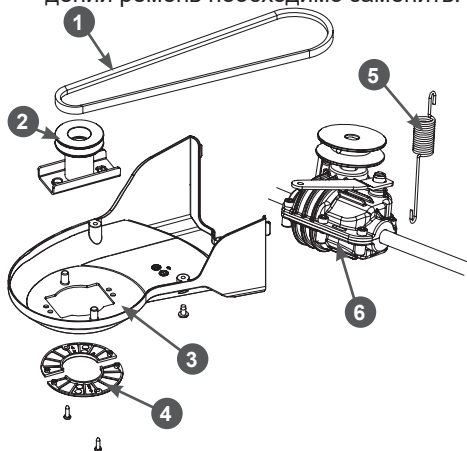

Рис. 29. Обслуживание ремня привода хода
- Открутите винты крепления и снимите две защитные крышки ремня (Рис. 29).
- Открутите винты крепления и снимите кожух защитный ремня (Рис. 29).
- Попросите помощника нажать рычаг остановки двигателя. Медленно проворачивая коленчатый вал двигателя за нож, внимательно осмотрите ремень 1 привода хода на наличие трещин, разрывов, отслоения корда (Рис. 29). При обнаружении повреждений ремень необходимо заменить.
- Открутите винты крепления и снимите крышки 4 защитные ремня (Рис. 29).
- Открутите винты крепления и снимите кожух 3 защитный ремня (Рис. 29).
- Снимите ремень 1 со шкива адаптера в сторону двигателя и снимите адаптер 2 с вала двигателя (Рис. 29).
- Снимите ремень со шкива редуктора 6 (Рис. 29).
- Установите новый ремень на шкив редуктора, затем установите адаптер ножа и установите ремень на шкив адаптера ножа. После этого убедитесь, что пружина 5 на месте и держит ремень в натянутом состоянии (Рис. 29).